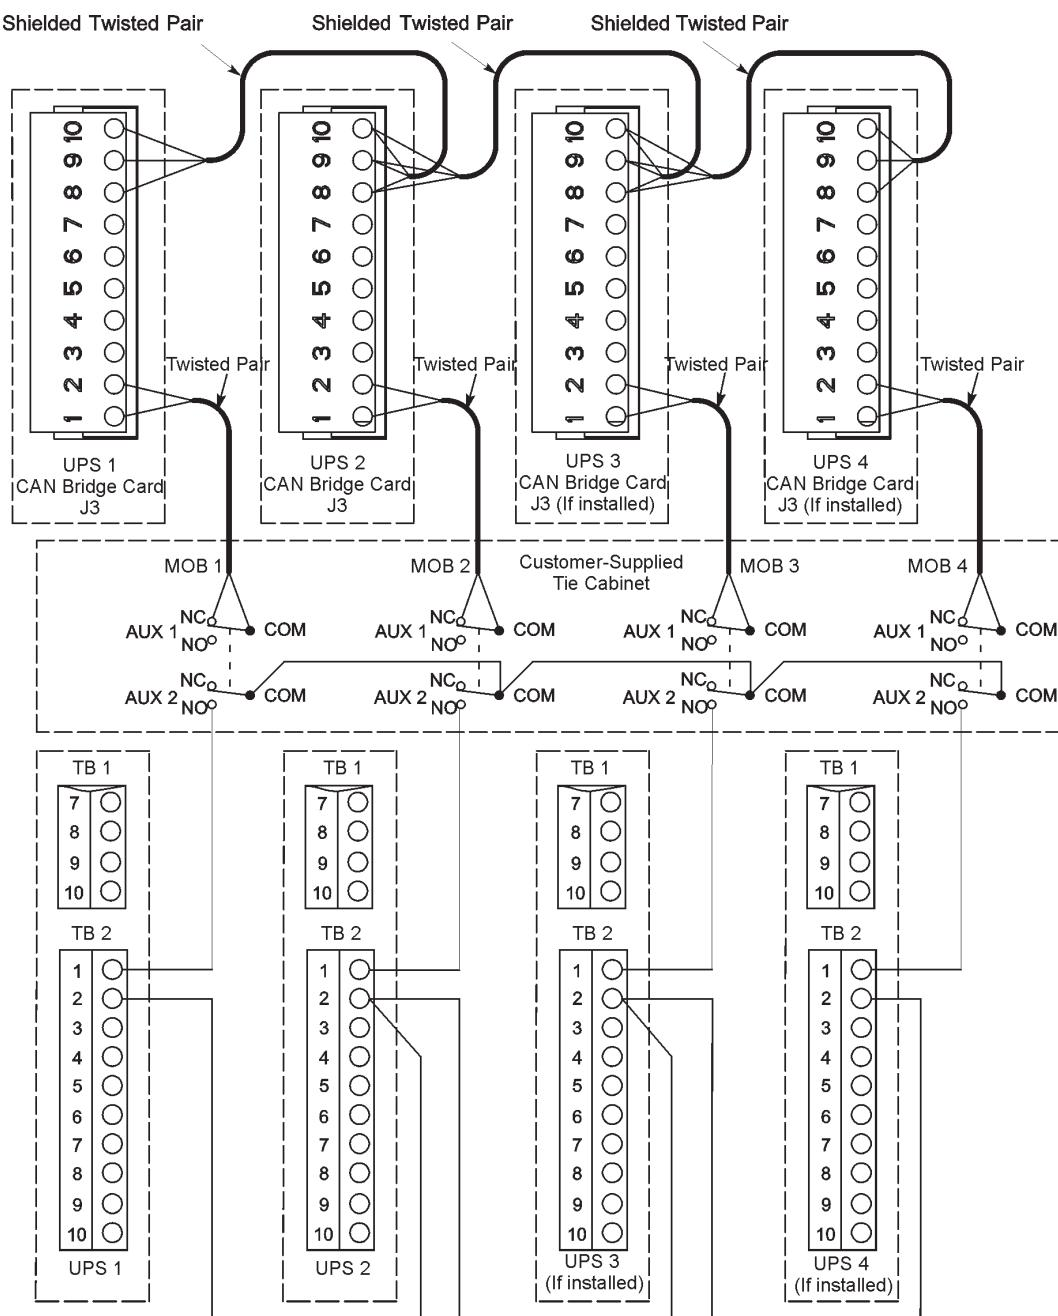

Рис. 5-6. Проводка Pull-Chain систем с распределенным байпасом с МОВ
11. Проведите и установите проводку системы с распределенным байпасом между шкафами ИБП и выключателями МОВ, расположенными в соединительном шкафу. Для получения информации о подключении проводки см. Рис. 5-6 на стр. 61 и Табл. 5-4 на стр. 62.